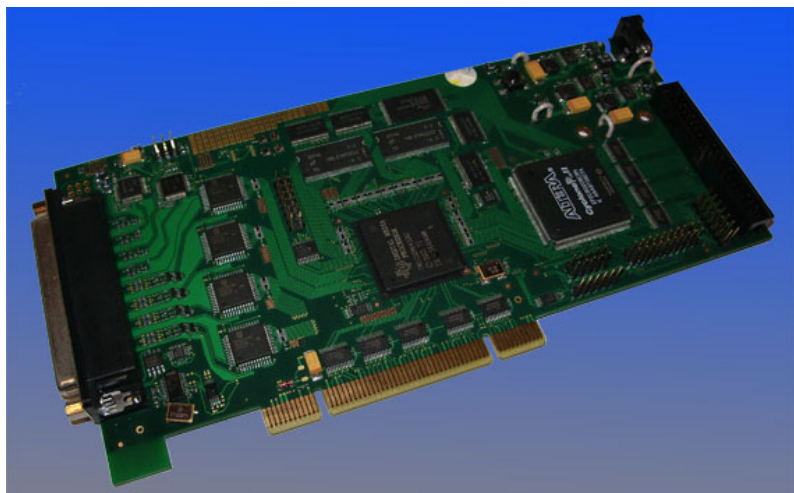

Рис. 2. Общий вид лабораторного стенда RMVideo-EVM
- лабораторного стенда RMVideo-EVM [3] (отладочный комплект для систем цифровой обработки мультимедийных данных, разработанный и производимый фирмой «Сигма-ИС», г. Москва, рис. 2, см. таблицу);